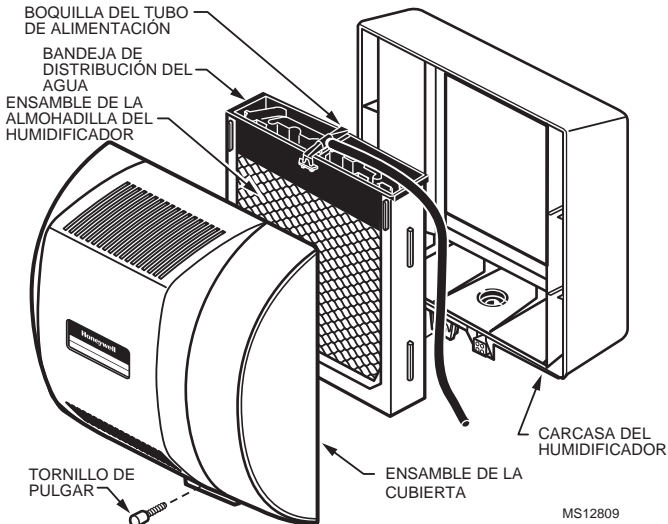

Fig. 3. Desensamblaje del humidificador.
6. Desensamble el humidificador; retire la cubierta y saque el ensamble de la almohadilla del humidificador. Consulte la Fig. 3.